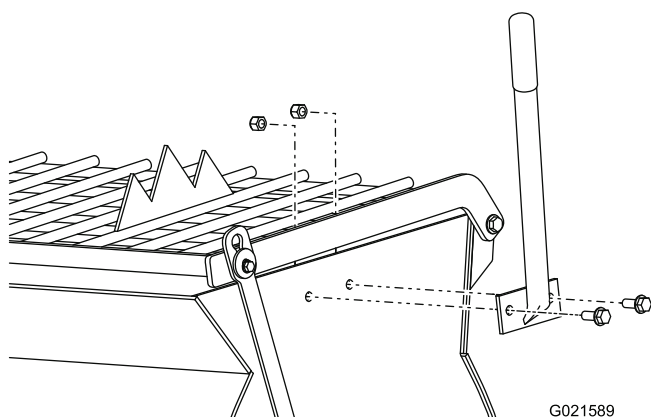

Figure 3
2. Placez la poignée de vidage de sorte à aligner ses trous de boulon sur ceux de la cuve (Figure 3).
3. Insérez les 2 boulons dans les trous de la poignée de vidage et de la cuve (Figure 3).